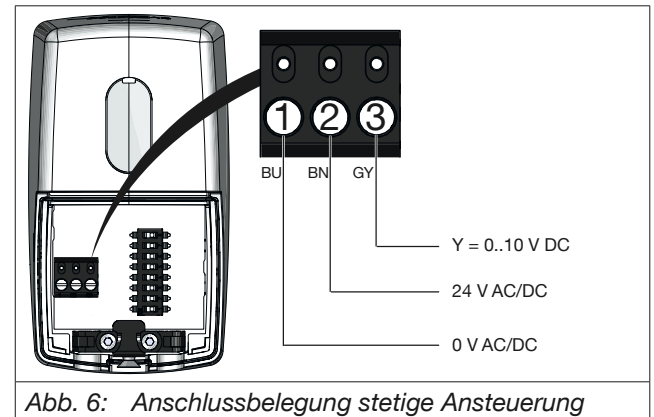
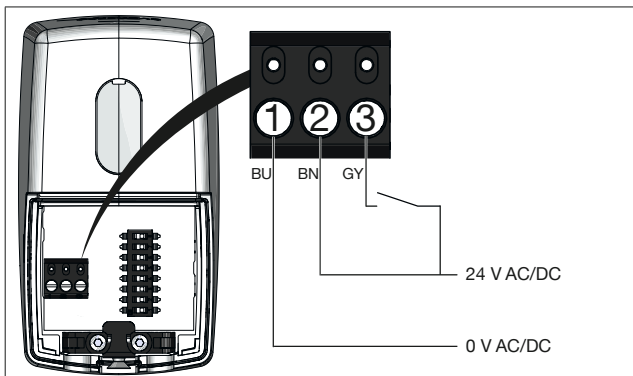

Abb. 6: Anschlussbelegung stetige Ansteuerung
Abb. 8: Anschlussbelegung 2-Punkt Ansteuerung
- Stellen Sie die Spannungsversorgung entsprechend der gewünschten Belegung in Abb. 6 auf Seite 9 bis Abb. 8 auf Seite 10 her.